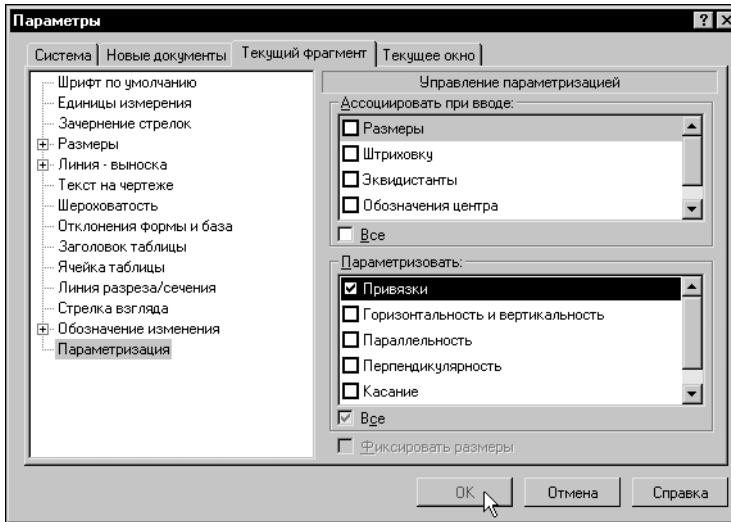

Рис. 59.16. Включение параметризации привязок
- 9.2. В правой части появившегося на экране диалога включите опцию **Привязки** в группе **Параметризовать** (рис. 59.16).
2. Включите параметризацию привязок (рис. 59.16).
2. Настройте параметрический режим, включив опции **Привязки** и **Горизонтальность и вертикальность** (рис. 59.16, 59.27).